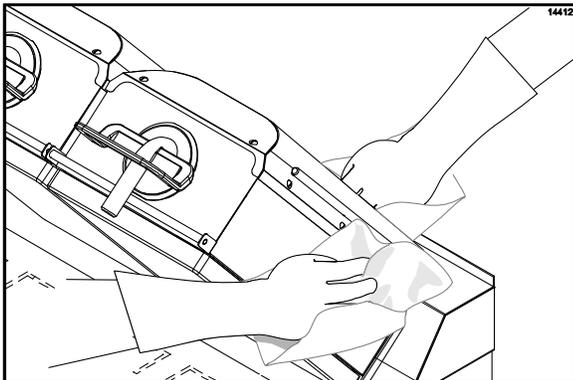

Figura 62
32. Enjuague el frente, los costados y la parte trasera de las superficies de las placas, usando un paño para parrillas limpio mojado con solución desinfectante, comenzando por la placa derecha y terminando con la izquierda. (Vea la figura 62.)